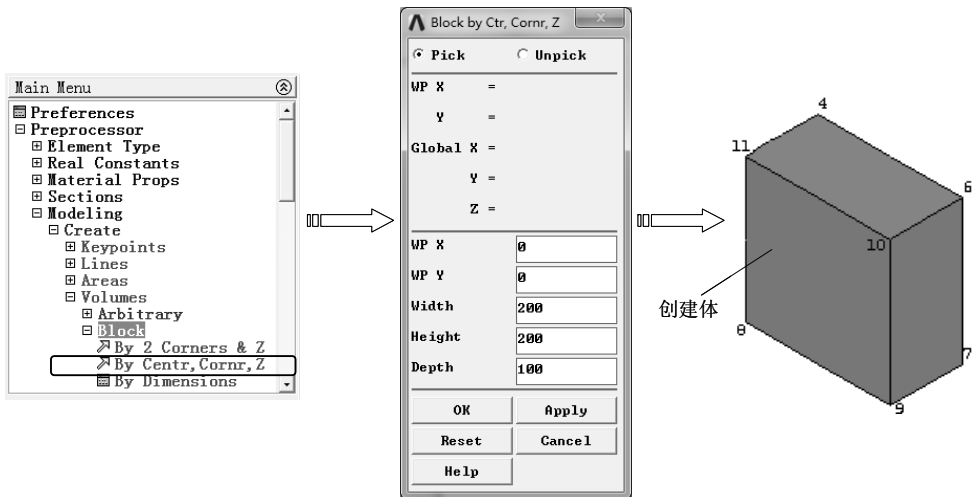

图 2-57 通过中心和对角点生成长方体
(2) 通过中心和对角点生成长方体 选择“Main Menu>Preprocessor>Modeling>Create>Volumes>Block>By Centr, Cornr, Z”命令，弹出“Block by Ctr, Cornr, Z”对话框，在“WP X”和“WP Y”文本框中输入中心的X、Y坐标，在“Width”“Height”“Depth”文本框中输入长、宽、高，然后单击“OK”按钮创建长方体，如图2-57所示。